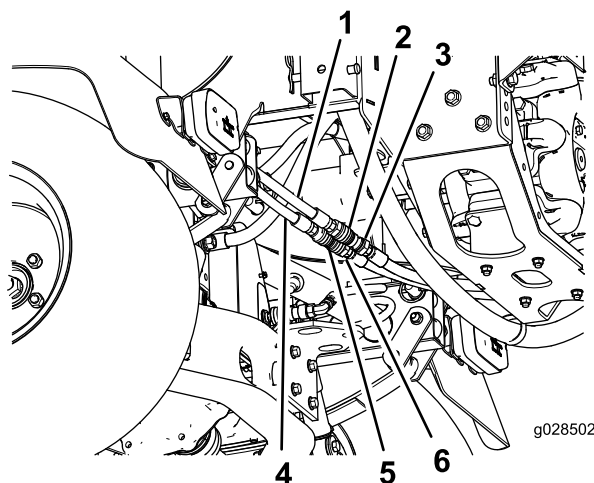

図 9
3. 油圧ホースをクイックカップラに 図 9 のように接続する。
1. メスのクイックカップラを、boom 昇降バルブからきている油圧ホースに接続する 図 9。